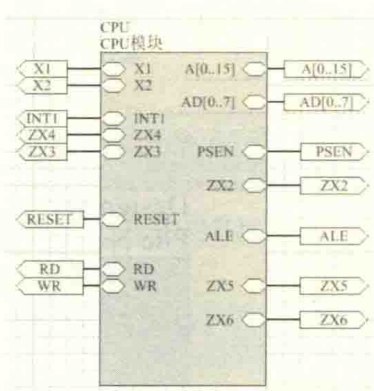

图 4-86 端口和内部 I/O 端口对应连接
(6) 执行快捷命令 “PW”, 端口和内部 I/O 端口对应连接, 如图 4-86 所示。